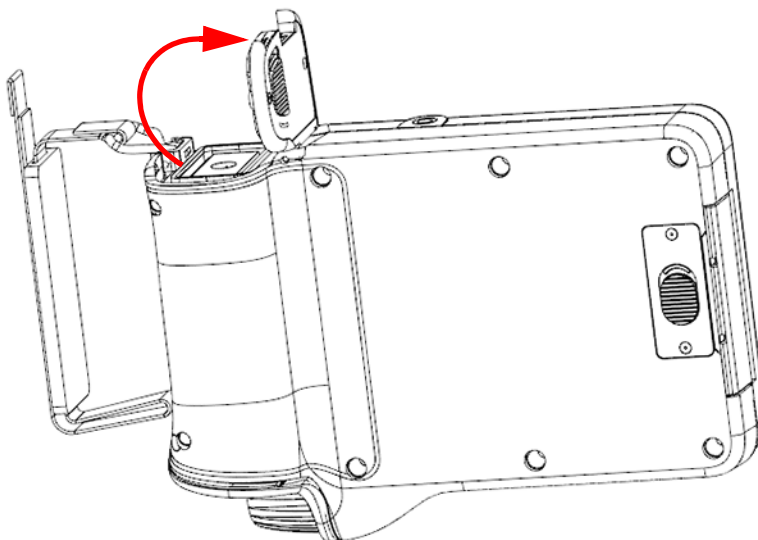

Рис. 4-2 Аккумуляторный отсек – Крышка открыта
3. Поднимите крышку аккумуляторного отсека (см. Рис. 4-2 на стр 42).